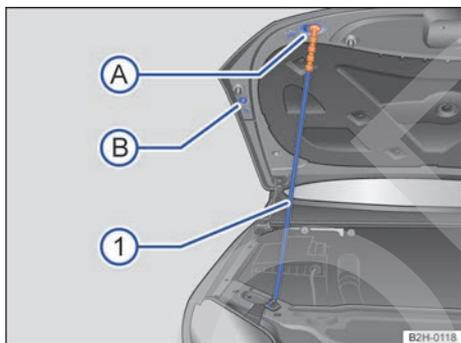

Fig. 132 Sujeción del capó del motor con la varilla de apoyo.
- Levante el capó por la palanca de desbloqueo ② (flecha) y ábralo del todo.
- Desenganche la varilla de apoyo ⇒ fig. 132 ① del lado derecho de la chapa portacierre por el extremo de color ⇒ .